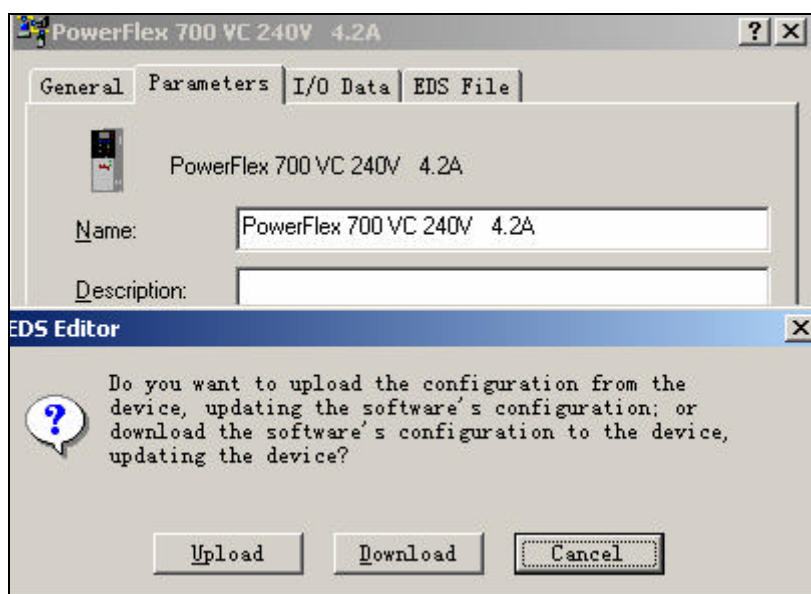

图 5-12 上载变频器参数
(11) 双击 PowerFlex700 图标，弹出如下对话框，点击 Upload 上载变频器参数，如图 5-12 所示。